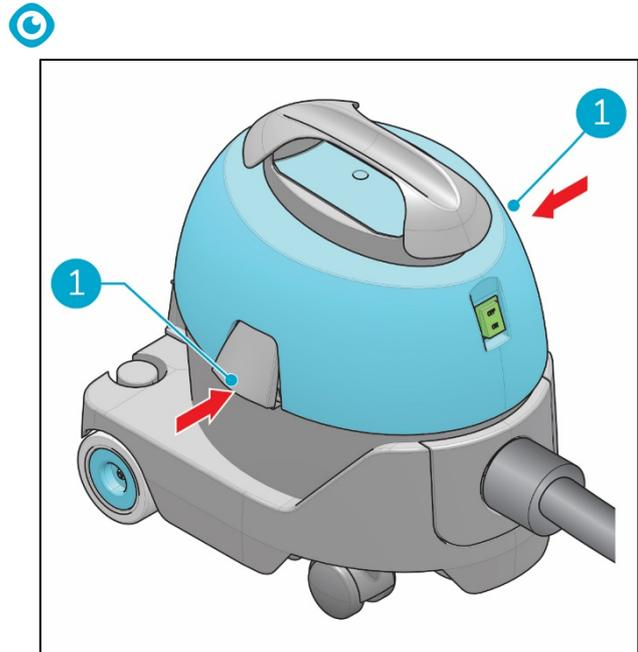

Figure 14
16. Fermez les loquets (Figure 14, pos. 1).